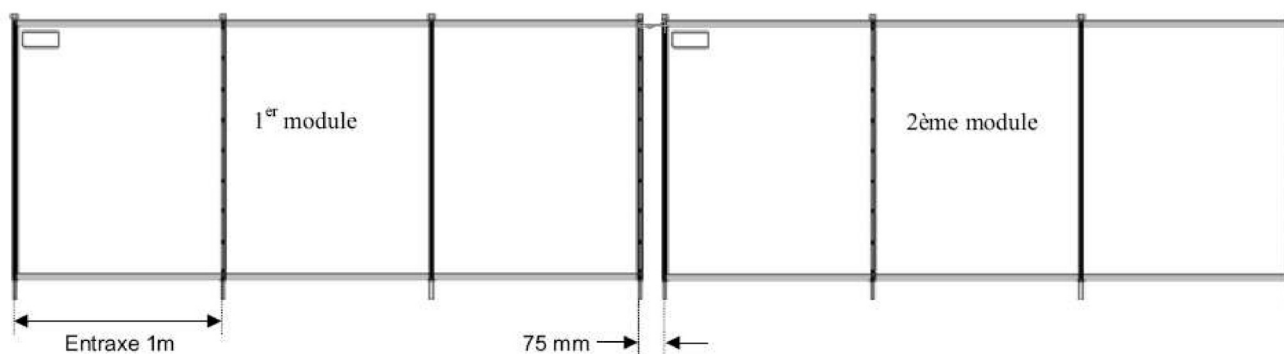

Bild 8. Infästning av nästa modul i en rad med den föregående
1. Borra första hålet för 2:a modulen med minst 75 cm avstånd från sista hålet i 1:a modulen (bild 8). Fäst golvförankringsbeslagen (ev med cementblandning).